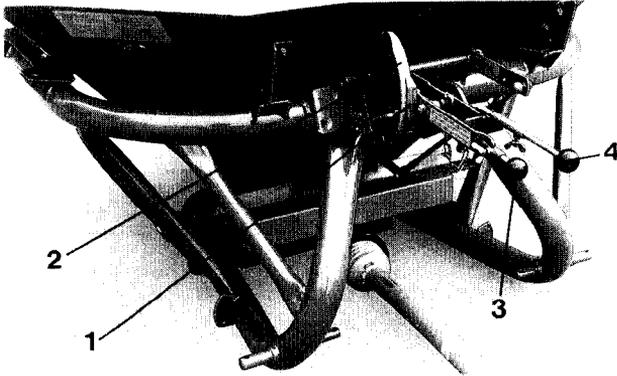
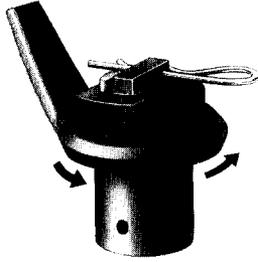
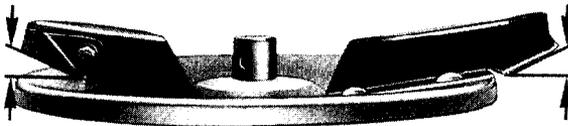
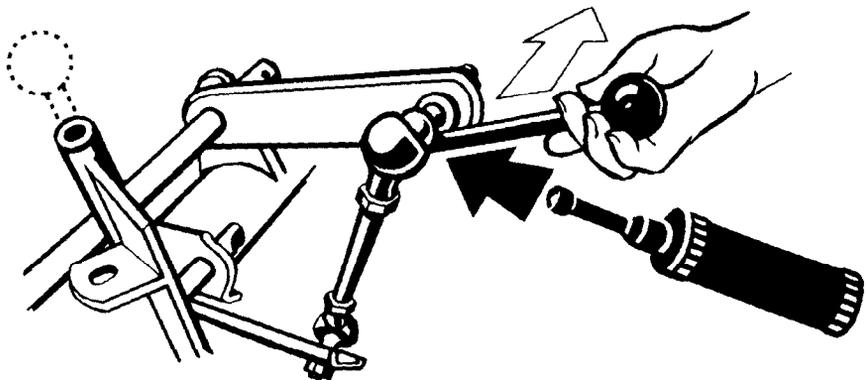

Fig. 2
Fig. 4
Fig. 5
Fig. 7
Zunächst bei der Einstellung der Schaltgriffe darauf achten, daß beide Schalthebel (Fig. 2/3 und 2/4) auf dem Anschlag (Fig. 2/1) der Mengeneinstellung aufliegen. Die Einstellung der Maschine auf die gewünschte Ausbringmenge geschieht nach der Streutabelle. Abweichungen können infolge des unterschiedlichen Düngerzustandes auftreten. Die Streubreite ist unterschiedlich und richtet sich nach der Art des Düngers und dem Grad der Oberflächenbehandlung. Die Streubreite ist ebenfalls der Streutabelle zu entnehmen und zu kontrollieren (Einzelheiten siehe Streutabelle). Dabei ist zu beachten, daß eine entsprechende Überlappung bei jeder Streubreitenangabe berücksichtigt ist.
Hierzu wird die in Fahrtrichtung gesehen rechte Betätigungsstange (Fig. 2/3) so weit herausgezogen, daß beide Betätigungsstangen (Fig. 2/3 und Fig. 2/4) einzeln geschaltet werden können. Falls längere Feldstreifen "einseitig" bestreut werden sollen, muß der Aufsatz des Satzrührkopfes (Fig. 4) in der nicht arbeitenden Behälterspitze abgenommen (siehe Fig. 5) oder diese mit dem Trichtereinsatz (Sonderzubehör) abgedeckt werden.
- 4.4 Die Kugelgelenke des Schaltgestänges von Zeit zu Zeit mit Hilfe der Betätigungsstange (Fig. 2/3 oder 2/4) lösen (siehe Fig. 7), **säubern** und **fetten!**